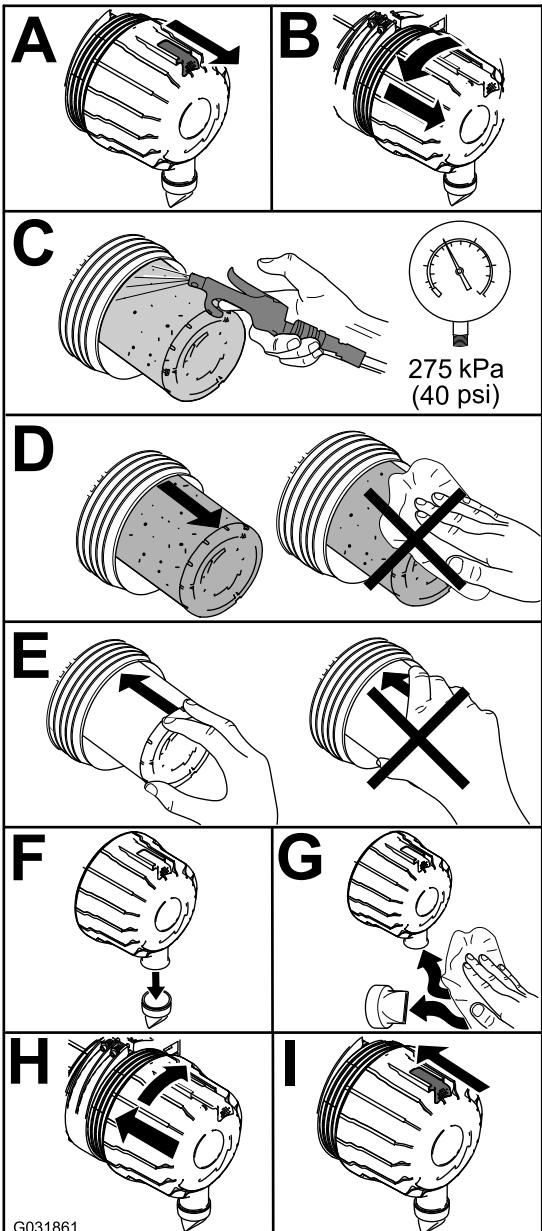

Рисунок 91
- Замените воздухоочиститель (Рисунок 91).